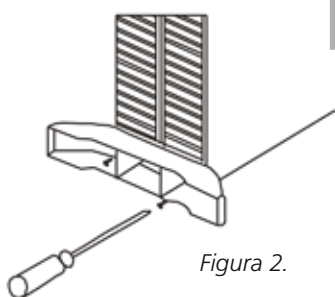

Figura 2.
- a. Inserire il cavo della corrente nell'apertura tonda del piedistallo. Vedi figura 2.